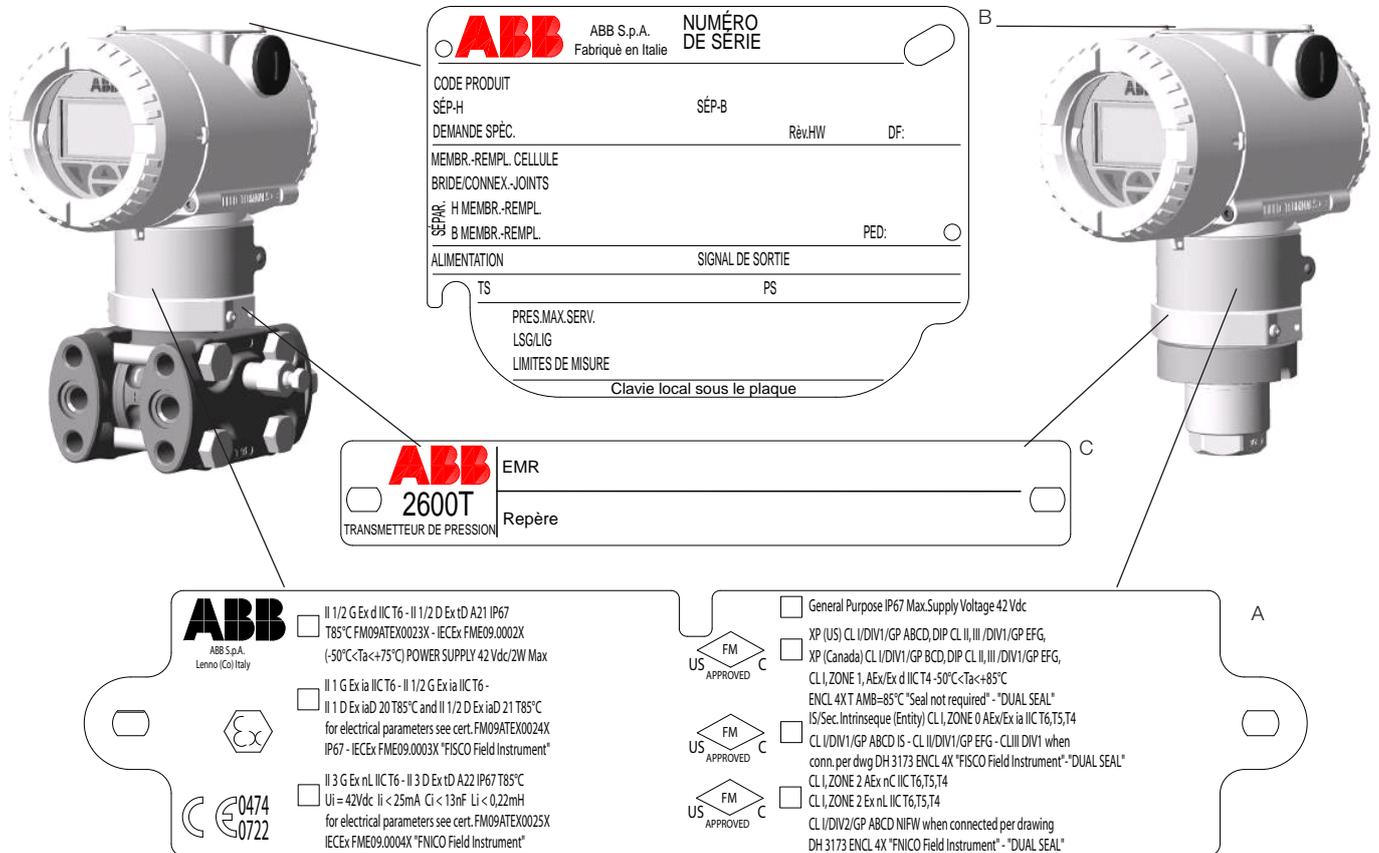

Fig 3: Identification du produit
L'instrument est identifié par les plaques signalétiques présentées dans la figure 3. La plaque de certification (réf. A) : comporte les paramètres relatifs à la certification pour une utilisation en zone dangereuse. La plaque signalétique (réf. B) fournit des informations concernant le code du modèle, la pression maximale de service, les limites de plage et d'étendue de mesure, l'alimentation électrique, le signal de sortie, les membranes de séparation, le fluide de remplissage, la limite de la plage de mesure, le numéro de série, la pression (PS) et la température (TS) maximales de sortie. Pour toute demande d'informations adressée au service après-vente d'ABB, veuillez rappeler le numéro de série de l'appareil. La plaquette en inox supplémentaire en option (réf. C - code I2) fournit au client le numéro d'identification et la plage de mesure étalonnée. L'instrument peut être utilisé comme accessoire de sécurité (catégorie III), selon la définition de la directive 97/23/CE relative aux équipements sous pression. Dans ce cas, vous trouverez, à proximité du marquage CE, le numéro de l'organisme notifié (0474) qui a vérifié la conformité. Les transmetteurs de pression modèles 266 sont conformes à la norme EMC 2004/108/CE*.